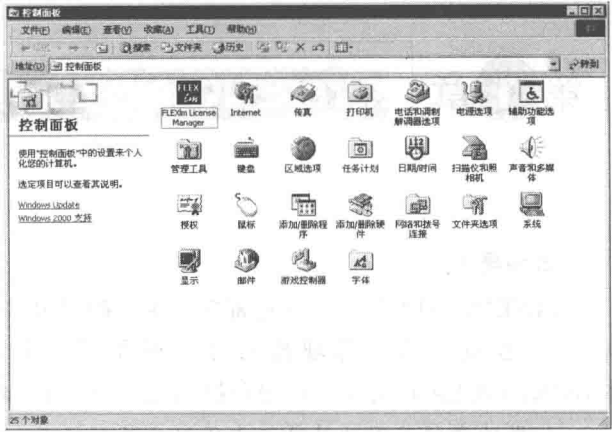

图 1.2 【控制面板】窗口
窗口（见图 1.2）在该窗口中可以进行硬件的添加/删除、系统的设置等工作。
(2) 在图 1.2 中选择【添加/删除硬件】图标，系统将弹出如图 1.3 所示的向导对话框。该窗口提示用户将进行硬件的添加/删除工作。